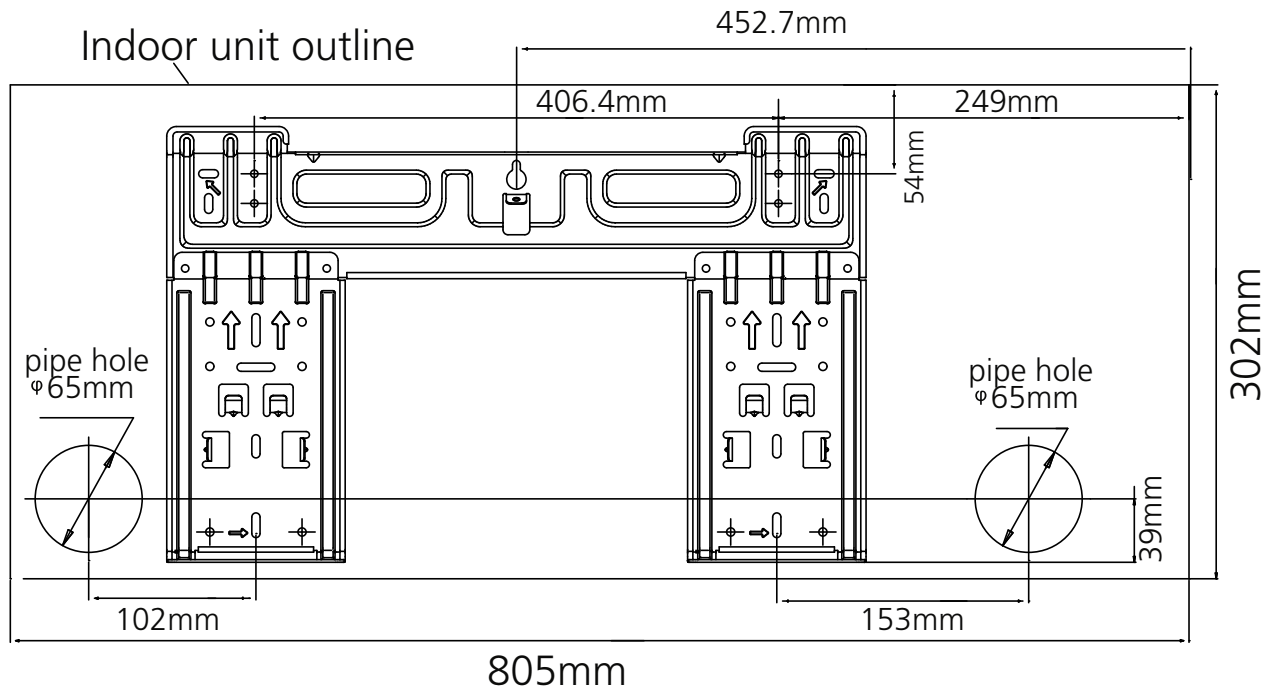

Abbildung 7
- Bringen Sie die Installationsplatte ① horizontal an den Strukturteilen der Wand an, wobei Sie Abstände um die Installationsplatte herum bewahren. Siehe Abbildung 7.
- Sollte es sich um eine Backstein-, Beton- oder ähnliche Wand handeln, bohren Sie acht (8) Löcher mit einem Durchmesser von 5 mm durch die Wand. Setzen Sie einen Dübel ② zur angemessenen Montage der Schrauben ③ ein.
- Bringen Sie die Installationsplatte ① mithilfe von acht (8) „A“-Schrauben ③ an der Wand an.